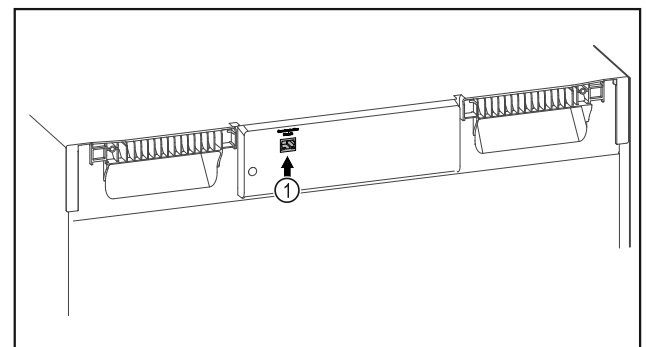

Fig. 140
- SmartModule Fig. 140 (1) er installert.